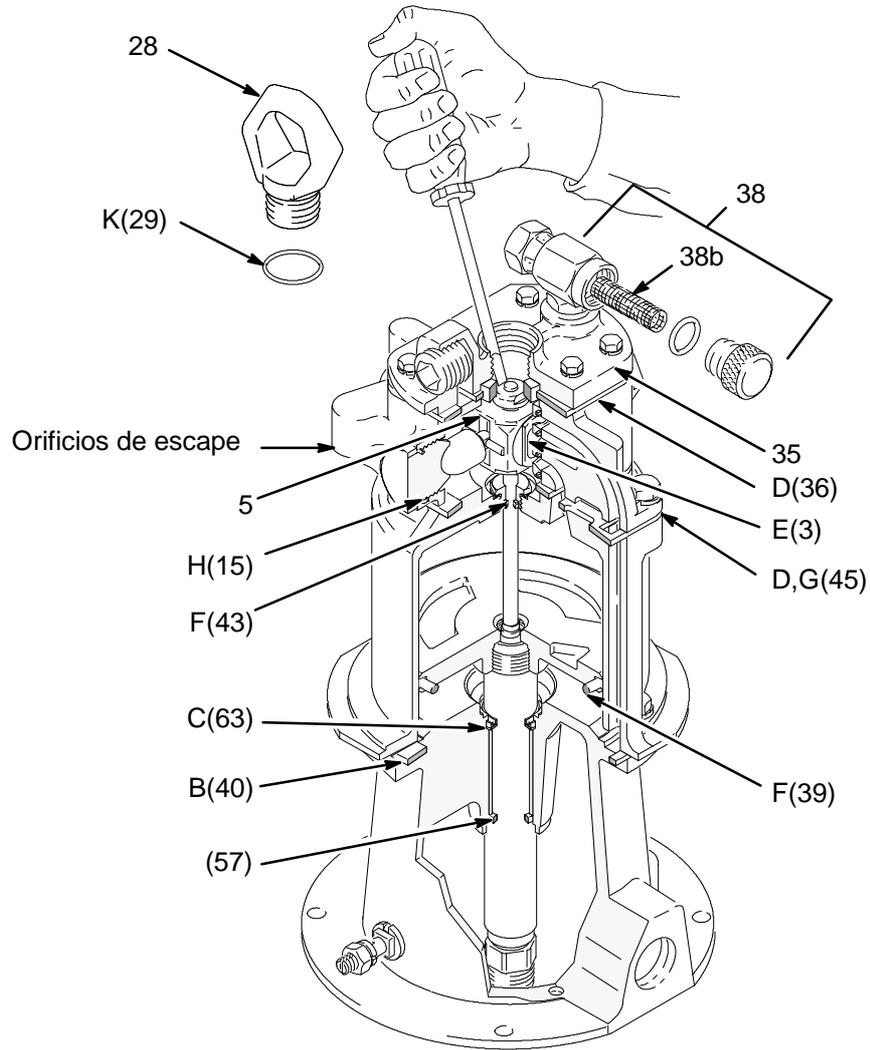

Fig. 12
Para volver a poner en marcha un motor calado, retire la argolla de elevación (28) del alojamiento de retención (35) y utilice un destornillador para empujar hacia abajo el alojamiento de la válvula (5). Vea la Fig. 12.
Para localizar las fugas de aire, cierre el suministro de aire y desconecte la manguera. Desenrosque la unión de entrada (38) de la tapa del colector de aire (35). Saque el escudo de protección (34); Vuelva a colocar los tornillos del escudo (26) y las arandelas de seguridad (25) y vuelva a enroscar la unión de entrada en la tapa del colector de aire. Vea la Fig. 12. Conecte la manguera de aire y abra el suministro de aire. Pare la bomba en su carrera ascendente y descendente, tal como se indica en el **Cuadro de Comprobación** que aparece a continuación, y ajuste el regulador de aire a 0,7-1,0 bar. Utilice los métodos indicados en el **Cuadro de Comprobación** para localizar las fugas de aire.
Cuadro de comprobación (Vea la Fig. 12)